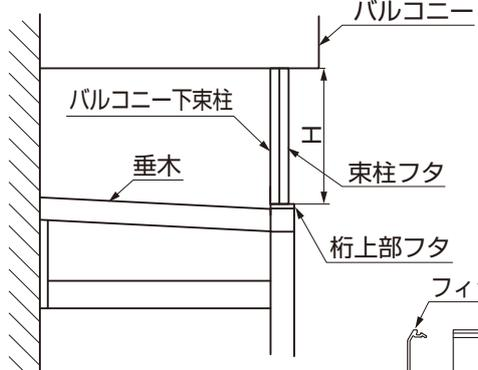

図26-10
- ① 桁上部フタからバルコニー下面まで (H寸法) を測定してください。(図26-10参照)
- ② フィックスパネルを「32. 面材の切出し」を参照して切断してください。